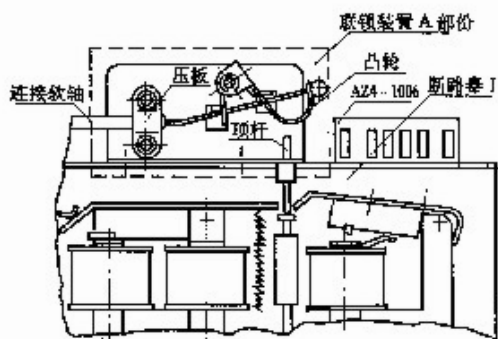

图 22
4.9.2 安装：一套机械联锁装置可分为二部分—A、B。A部分主要由凸轮和顶杆组成，装在断路器右侧板顶端，如图22所示。